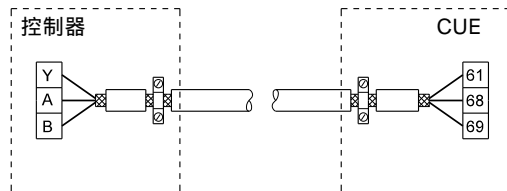
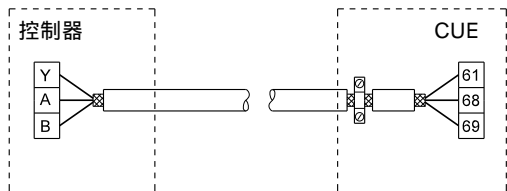

图 39 举例说明一个三芯总线电缆两端带屏蔽
图 40 举例说明一个三芯总线电缆带屏蔽连接到CUE (控制器无电缆夹)
- 对于电机电缆和信号电缆，分别在它们的两端将屏蔽连接到框架。见图39。如果控制器没有电缆夹，则仅将屏蔽连接到CUE。见图40。